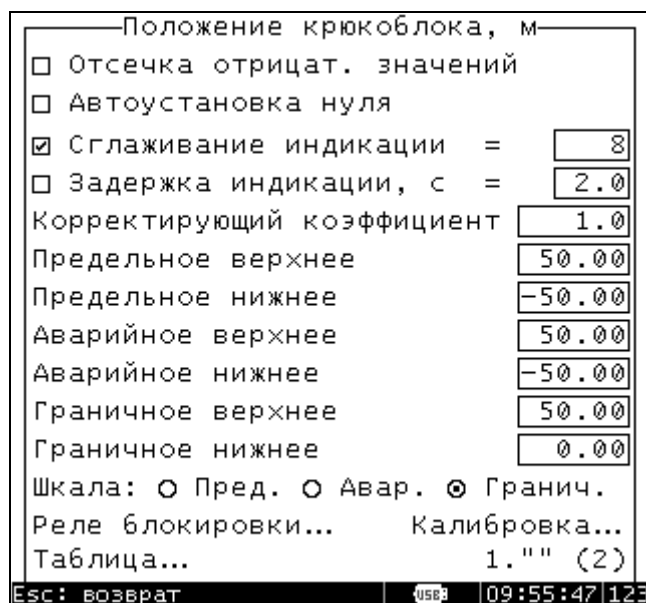

Рис. 9. Меню настройки параметра.
2.3.3.5.2.2 "Настройки каналов..." При выполнении этой команды на дисплей выводится список параметров. Далее, после выбора параметра с помощью стрелок и кнопки "ENTER", появляется меню настройки параметра (рис. 9):